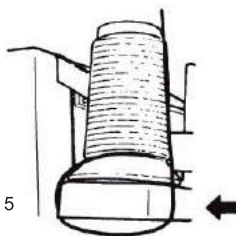

Рис. 5
9. Протягивая нить в иглу, **ОСТАНОВИТЕСЬ**, если перед иглой окажется узел (Рис. 5).